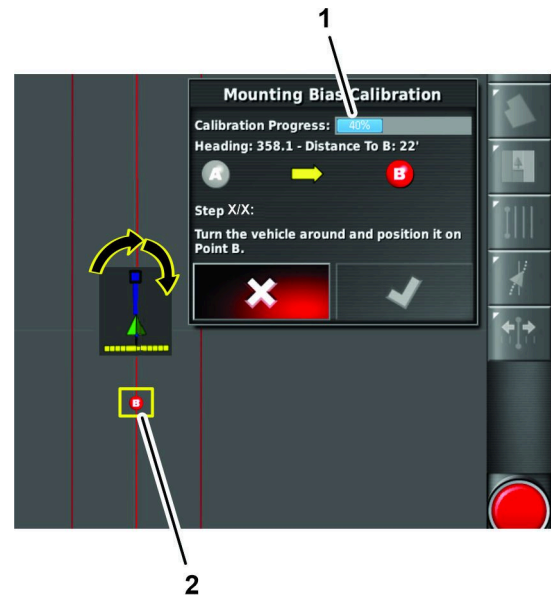

Bild 169
5. Fahren Sie die Maschine manuell mit 2 km/h in einer geraden Linie vorwärts (Bild 169).